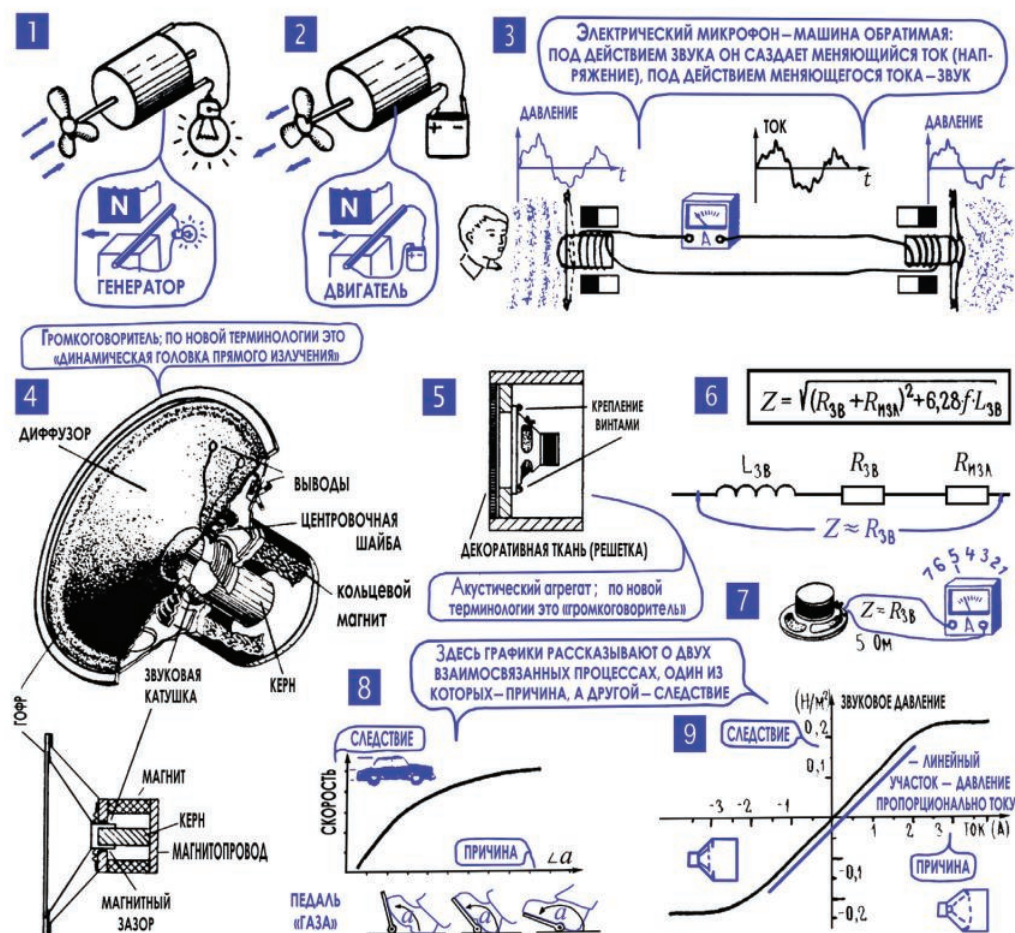
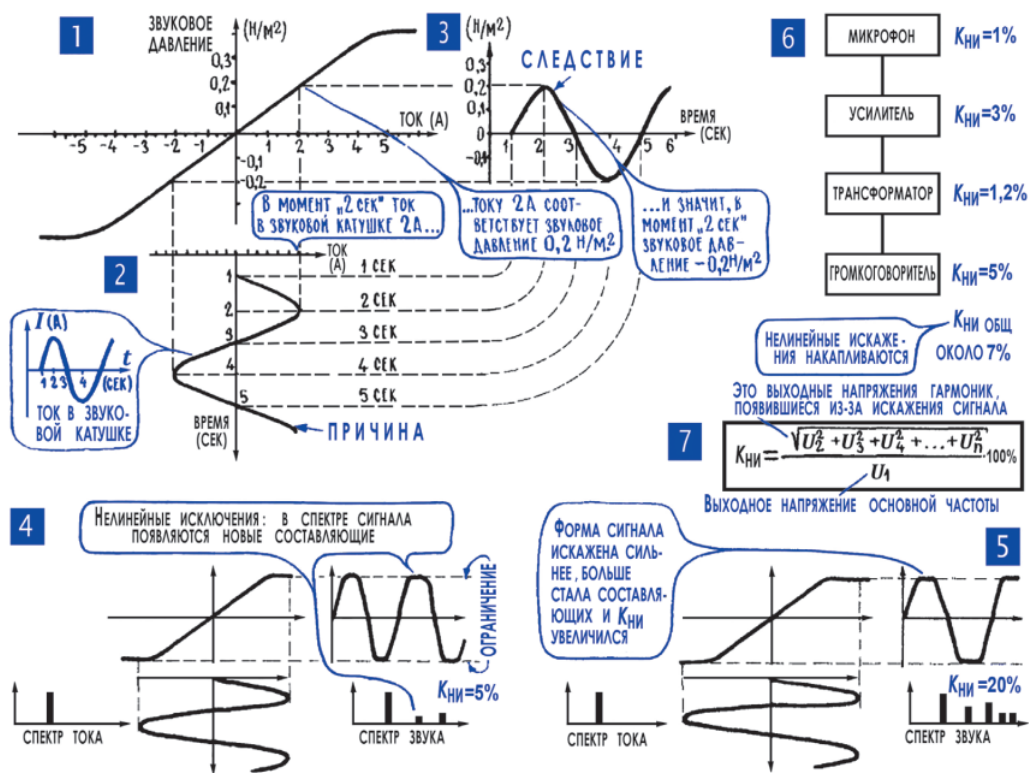

Рис. 8.6. Громкоговоритель (динамик) и его свойства
Рис. 8.7. Искажения в громкоговорителе (динамике)
Многие типы электрических генераторов являются машинами обратимыми – они могут работать двигателями, если подать на них напряжение (см. далее рис. 8.6; 1, 2). Точно так же многие типы микрофонов могут производить обратное преобразование – создавать звуковые волны, используя энергию электрического сигнала. Если к определенным граням пьезокристалла подвести напряжение, то в результате все того же пьезоэффекта произойдет некоторая деформация кристалла. А если подвести к нему переменное напряжение, то деформация будет идти непрерывно, кристалл будет двигаться и излучать звуковые волны.
**6. Основные детали динамического громкоговорителя: корпус, магнитная система, звуковая катушка, система подвеса катушки, диффузор.** Устройство электродинамического громкоговорителя, или, короче, динамического громкоговорителя, или, еще короче, динамика, показано на рис. 8.6; 4. Недавно громкоговоритель стали называть динамической головкой прямого излучения, а название «громкоговоритель» передали мощным акустическим системам, в них обычно входит несколько таких головок, которые мы по старинке будем все же называть громкоговорителями – десятки лет существовало такое название, оно навсегда осело в миллионах радиолубительских книжек и статей.
*7. Две важные характеристики громкоговорителя – сопротивление звуковой катушки и электрическая мощность.* Чтобы громкоговоритель излучал звуковые волны, к его звуковой катушке нужно подвести низкочастотный электрический сигнал – переменное напряжение. Под действием этого напряжения по звуковой катушке пойдет низкочастотный переменный ток, он создаст магнитное поле катушки, оно начнет взаимодействовать с полем постоянного магнита, и катушка придет в движение. Каким будет этот ток, а значит, и интенсивность движения диффузора, зависит не только от напряжения. В соответствии с законом Ома это еще зависит от сопротивления звуковой катушки. Сопротивление это – характеристика сложная, его величину определяют несколько физических процессов. Здесь и обычное активное сопротивление проводов, и те затраты энергии, которые связаны с излучением звуковых волн, и, наконец, индуктивное сопротивление катушки – она, правда, содержит лишь несколько десятков витков, имеет небольшую индуктивность  $L_{зв}$ , однако на самых высших звуковых частотах и эта индуктивность создает заметное индуктивное сопротивление (гл. 6; 16, рис. 8.6; 6), которое прибавляется к чисто активному, как иногда еще говорят, омическому сопротивлению проводов катушки  $R_{зв}$ .
Общее сопротивление, которое образуется и чисто активным, и реактивным сопротивлением (индуктивным или емкостным, или обоими одновременно), называют комплексным сопротивлением и обозначают буквой  $z$ . Поскольку индуктивная составляющая комплексного сопротивления катушки  $z_{зв}$ , как и всякая другая индуктивная составляющая, меняется с частотой (гл. 6; 16), то и общее комплексное сопротивление катушки тоже меняется с частотой. В справочных данных сопротивление звуковой катушки  $z_{зв}$  указывают для частоты 1000 Гц. Обычно оно всего на 10–20 % больше чисто активного сопротивления катушки, и поэтому, смирившись с некоторой погрешностью, можно считать сопротивлением звуковой катушки именно величину  $R_{зв}$ . Это очень удобно, потому что  $R_{зв}$  можно легко измерить омметром (рис. 8.6; 7).
Шофер нажимает на педаль акселератора, или, как ее часто называют, педаль газа, и автомобиль набирает скорость. Первый из этих двух процессов (нажатие на педаль) есть причина, второй (увеличение скорости автомобиля) – следствие. Об их взаимосвязи можно рассказать словами или формулой, но проще всего с помощью графика. График (рис. 8.6; 8) покажет, что чем больше угол  $\alpha$  отклонения педали, тем выше скорость автомобиля – водитель сильнее нажимает на педаль, в цилиндры двигателя поступает больше горючей смеси. Вначале с увеличением угла  $\alpha$  скорость увеличивается довольно резко, но затем график идет все более полого. В значительной мере это объясняется тем, что с ростом скорости автомобиля возрастают разного рода потери энергии, например потери, связанные с завихрениями встречного воздуха. Да и мощность двигателя приближается к своему пределу.
Аналогичный график (рис. 8.6; 9) «причина – следствие» хорошо иллюстрирует и работу громкоговорителя. Причиной здесь будем считать ток в звуковой катушке, следствием – то избыточное давление воздуха, которое создает диффузор (гл. 8; 6). Для начала рассмотрим крайне упрощенную картину – диффузор помещен в небольшую замкнутую камеру и совсем уже напоминает поршень насоса. Чем больше ток в звуковой катушке, тем сильнее она втягивается в магнитное поле постоянного магнита, тем дальше выдвигается диффузор и тем, следовательно, больше давление перед ним. А если поменять направление тока (это обратное направление тока
В нашем конкретном примере (рис. 8.6; 9) линейный участок соответствует токам от  $-2$  А до  $+2$  А. За этими пределами, то есть при токах более сильных, чем  $+2$  А и  $-2$  А, характеристика загибается, становится нелинейной. Протяженность линейного участка практически и определяет ту электрическую мощность, которую можно подводить к громкоговорителю, а значит, и мощность излучаемого звука.
За основу берем характеристику «ток – давление» (рис. 8.6; 9, рис. 8.7; 1) именно она показывает, как зависит давление перед диффузором от тока в звуковой катушке, а значит, именно эта характеристика позволит узнать, каким будет звуковой сигнал, как будет меняться звуковое давление, если меняется ток.
К характеристике «ток – давление» пристыковываем график тока (рис. 8.7; 2), повернув его, положив его на бок с таким расчетом, чтобы ось тока этого графика совместилась с осью тока на характеристике «ток – давление» (рис. 8.7; 1). Эта операция – всего лишь стремление к удобству: теперь мы сможем легко и быстро от одного графика переходить к другому, для этого достаточно провести между ними короткую пунктирную линию. Отметим, например, что в момент 2 с ток в звуковой катушке равен 2 А, и тут же перейдем к характеристике «ток – давление», определим, что под действием тока 2 А громкоговоритель создаст звуковое давление 0,2  $\text{Н/м}^2$ . И подведем итог – в момент 2 с перед диффузором будет давление 0,2  $\text{Н/м}^2$ . Отсюда уже остается буквально один шаг до графика звукового сигнала. Пристыковав к характеристике «ток – давление» две перпендикулярные
оси (рис. 8.7; 3), будем определять звуковое давление для разных моментов времени и строить график звукового сигнала.
**11. Нелинейные искажения: в спектре сигнала появляются посторонние составляющие.** Совмещенные графики – характеристики «ток – давление», график тока и график звука – подробно рассказывают, как создается звуковой сигнал и каким он получается. Говорят они, в частности, о том, что частота звука равна частоте тока, что с увеличением амплитуды тока растет и амплитуда звукового сигнала, что характер изменения звука, форма его графика, в точности повторяет график электрического сигнала (рис. 8.7; 2, 3).
Этот последний вывод, однако, справедлив только в случае, если ток не выходит за пределы линейного участка характеристики «ток – давление». Если же ток заходит в область загибов этой характеристики, то прямая пропорциональная зависимость между током и давлением нарушается, и график звука уже становится непохожим на график тока (рис. 8.7; 4, 5). Такое искажение сигнала называется нелинейным.
**12. Коэффициент нелинейных искажений показывает, какой процент общей мощности приходится на долю посторонних составляющих.** Чтобы оценить, насколько же сильно искажается сигнал, можно просуммировать всю появившуюся «грязь», просуммировать мощность всех новых, никому не нужных составляющих и посмотреть, каков удельный вес этой мощности в выходном сигнале. Именно об этом и говорит коэффициент нелинейных искажений –  $K_{ни}$ . Чтобы определить его, на вход устройства (в данном случае речь идет о громкоговорителе, но, как мы скоро увидим, нелинейные искажения могут возникать и в других элементах электронной аппаратуры) подают чистую синусоиду, а на выходе раздельно измеряют мощность этой синусоиды и мощность гармоник, которые появились в результате нелинейных искажений. Определенное соотношение этих мощностей (рис. 8.7; 7), выраженное в процентах, и есть коэффициент нелинейных искажений  $K_{ни}$ . Чаще  $K_{ни}$  выражают не через мощности, а через звуковое давление, от которого, как известно, и зависит мощность звука.